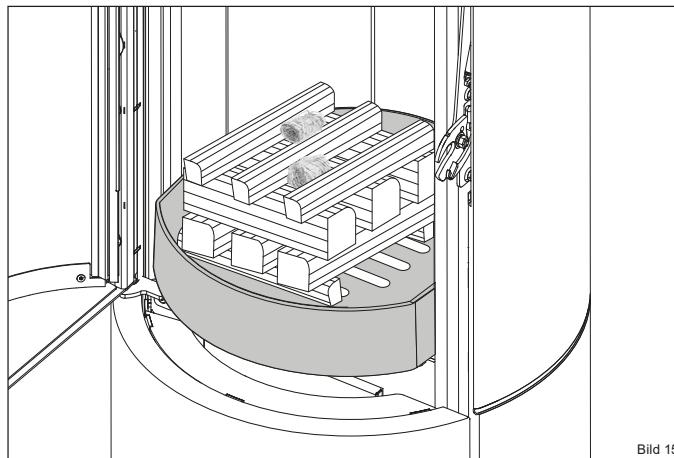

Bild 15
- Platzieren Sie die Holzscheite mittig auf dem Feuerrost im Feuerraum (Bild 15):
- die ersten 2 (❶) quer zur Feuerraumscheibe an das vordere und hintere Ende der Rostöffnung legen
- die nächsten 3 (❷) drei in Längsrichtung zur Feuerraumscheibe auf die beiden ersten Stücke legen
- die nächsten 3 (❸) quer darüber
- die letzten 3 (❹) längs darüber
- die Anzündhilfe (❺) mittig zwischen die oberen Holzscheite